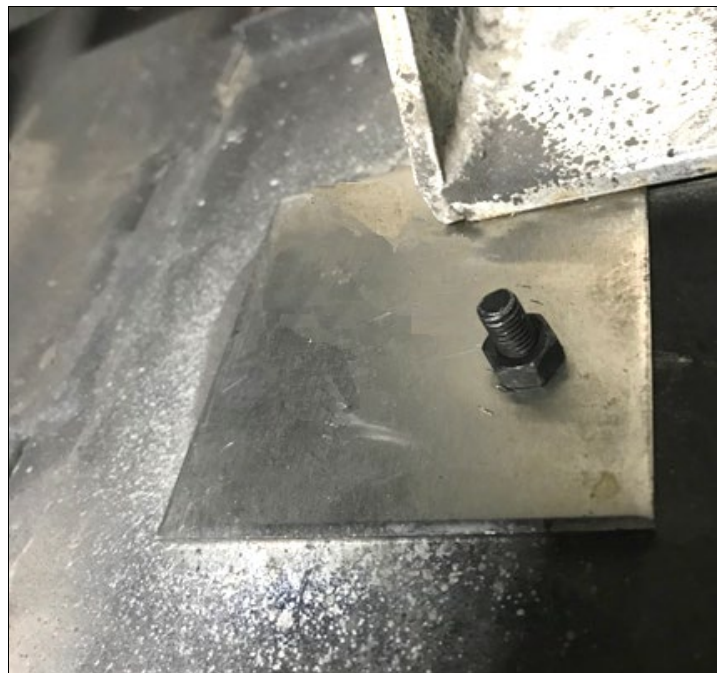

FIGURE 17 PLAQUE 7770484 PLACÉE POUR LE PERCAGE
10. Retourner la plaque percée en position. Et la fixer avec la quincaillerie fournie (**5001815, 502854**) (Figure 17).